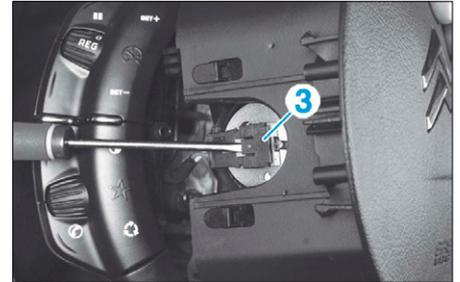

FIG. 2
- Débrancher, à l'aide d'un petit tournevis plat, le connecteur (3) et déposer l'airbag (Fig.2).